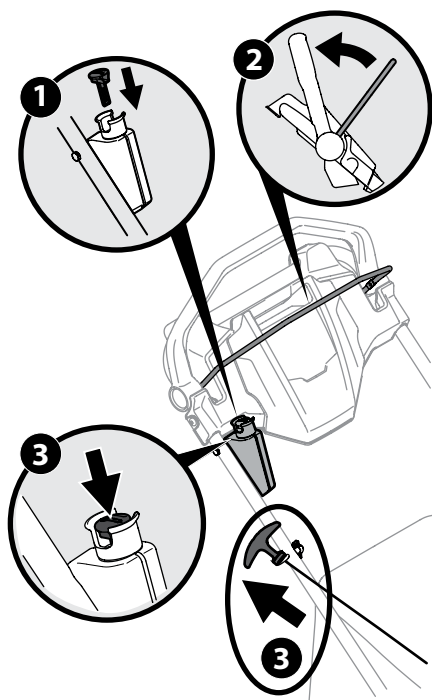

Figura 5-3
2. De pie detrás de la podadora, tire del control de la cuchilla contra el control de transmisión. Vea la Figura 5-3
Arranque eléctrico (si está equipado): Empuje la llave eléctrica empujón de arranque para arrancar el motor. Vea la Figura 5-3.